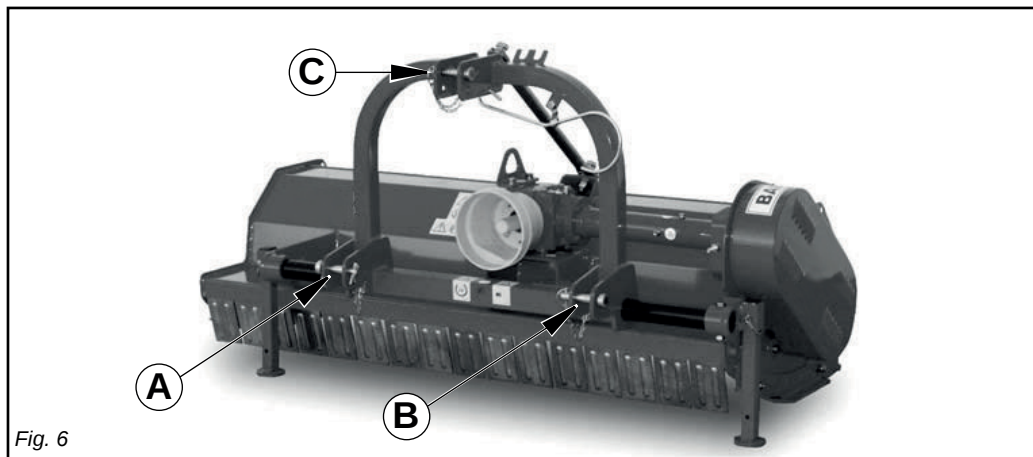

Fig. 6
Le piastre (A-B-C Fig. 6) vanno montate sempre e solo come illustrato in Fig. 6 con i fori posizionati anteriormente al tubo quadro.
Pladerne (A-B-C Fig. 6) skal altid udelukkende monteres som vist på Fig. 6 med hullerne placeret foran det firkantede rør.
Plattorna (A-B-C, Fig. 6) ska alltid monteras som visas i Fig. 6 med hålen pekande framåt från fyrkantetsröret.
- 1) Accostare le barre del sollevatore ponendole all'interno delle piastre (A-B-C Fig. 6), inserire il perno nel foro predisposto e bloccare con le copiglie a scatto.
- 4) Collegare il terzo punto superiore (C Fig. 6) ed effettuare una corretta regolazione con il tirante, verificando che il piano superiore della macchina risulti parallelo al piano terra.
- 1) *Placer liftens arme og placer dem i pladerne (A-B-C Fig.6), sæt tappen ind i det passende hul og bloker med snap-blindpropperne.*
- 4) *Tilslut det tredje øverste punkt (C Fig. 6) og foretag en korrekt justering med håndtaget, sådan at maskinens øverste flade befinder sig parallelt med den nederste.*
- 1) Anslut de nedre kopplingspunkterna på mest passande plats (A-B-C Fig. 6). Anslut genom att sätta i kopplingsbultarna och sedan låsa dessa med låssprintarna.
- 4) Anslut toppstången (C Fig. 6) och justera dess längd tills dess maskinens övre plana del är parallell med marken.